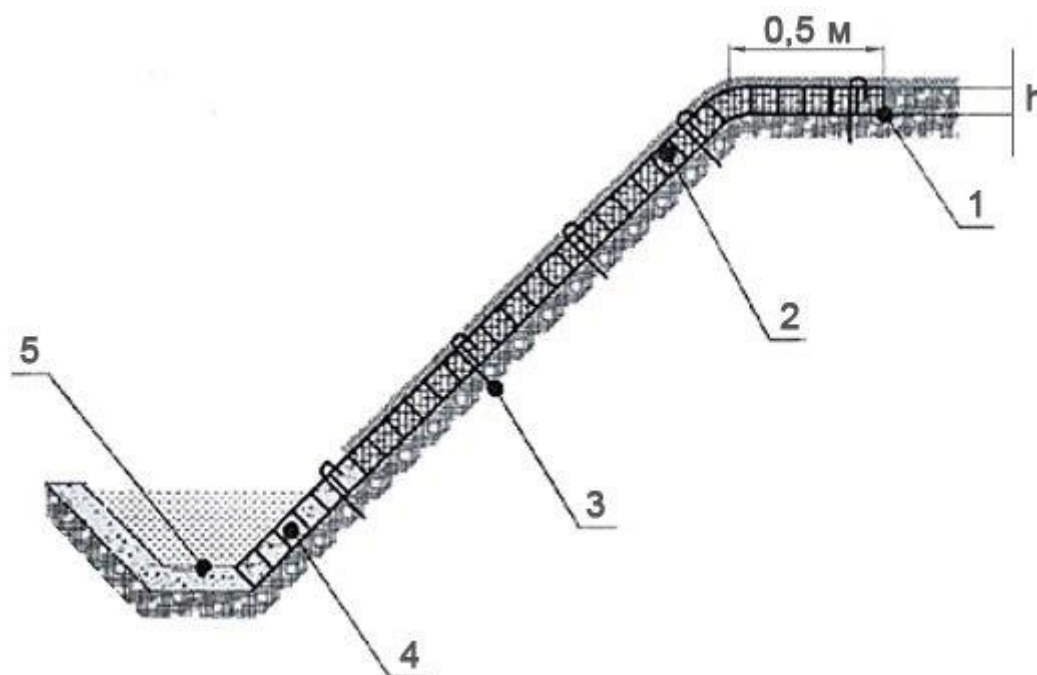

Рис. 3. Схема расположения материалов при армировании откоса объёмной георешёткой
3. Рулоны геосинтетики расстилаются по поверхности откоса, после чего закрепляются на нём при помощи Г-образных анкеров. На вершине склона полотно георешётки должно хотя бы на 50 см заходить на горизонтальный участок (смотрите рис. 3 и 4).